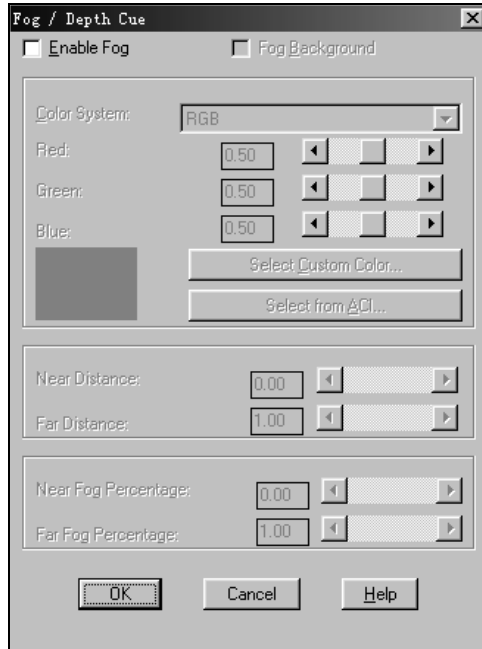

图 17-16 Fog/Depth Cue 对话框
(10) Fog/Depth Cue 按钮。单击该按钮，弹出如图 17-16 所示的 Fog/Depth Cue（雾度和深度的提示）对话框，用户可利用该对话框设置渲染图像的雾度（雾度是指物体边界的清晰程度）。